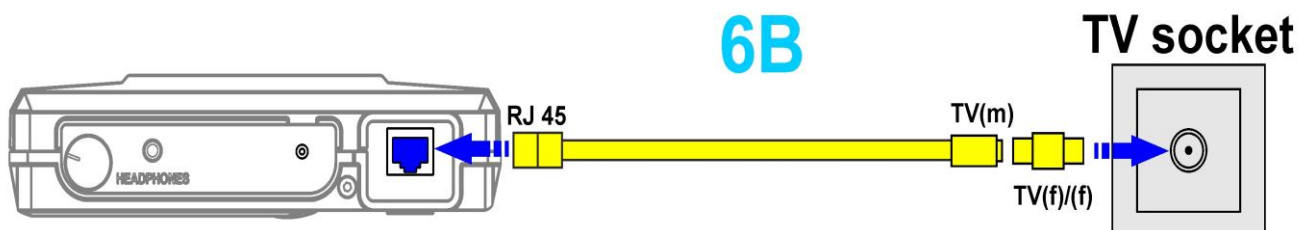

Рис.14
**Основной блок подключается к телевизионной розетке** с помощью кабеля (рис.1, п.19) и соединителя (рис.1, п.10). Схема подключения представлена на рис.14.